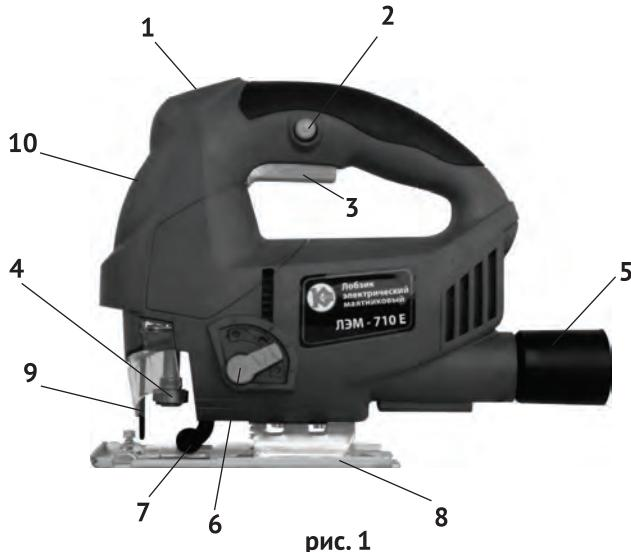

рис. 1
1.6 Общий вид лобзика представлен на рис.1
1.7 Коллекторный двигатель и приводной механизм лобзика расположены в пластиковом корпусе (рис.1 поз.10). Корпус, состоящий из двух половин (правой и левой), выполнен заодно с рукояткой, расположенной сверху. Крутящий момент с якоря электродвигателя, посредством встроенного механизма преобразуется в возвратно-поступательное движение верхней направляющей штока. На нижней направляющей штока расположен пилодержатель (рис.1 поз.4), в который крепится пилка. Лобзик имеет Т – образное крепление пилок (первая буква в маркировке пилок). Первая цифра в маркировке – длина пилки (T1 – короткая, T2 – средняя, T3 – длинная). Цвет хвостовика (а чаще и всей пилки) указывает на материал обработки (серый – для дерева, синий – для металла, красный – для полимеров, чёрный – для других материалов).
В нижней части подошвы (рис.1 поз.8) находятся два винта (головка - внутренний шестигранник). Ослабляя эти винты, устанавливаем боковой наклон корпуса лобзика относительно подошвы (до 45° вправо или влево).
1.8 Клавиша выключателя (рис.1 поз.3) расположена в нижней части рукоятки. Включение лобзика осуществляется нажатием на клавишу выключателя указательным пальцем. Фиксация клавиши в рабочем положении, осуществляется кнопкой (рис.1 поз.2), расположенной слева на рукоятке. При повторном нажатии на клавишу, кнопка фиксации и клавиша (со щелчком) возвращается в исходное положение - выключено.
Сверху на рукоятке расположен диск регулятора скорости (рис.1 поз.1). С его помощью устанавливается необходимая скорость хода пильного полотна.
Слева, в нижней части корпуса находится переключатель режимов маятникового хода (рис.1 поз.6). Он имеет 4-и положения: «0» - вертикальное пиление, «1», «2» и «3» - всё более увеличивающееся отклонение от вертикали.
- поднять вверх прозрачный пластиковый кожух (рис.1 поз.9);
- отвести рычаг пилодержателя (рис.1 поз.4) вперёд до упора;
- вставить пилку (зубцами вперёд), так, чтобы задняя часть полотна попала в паз направляющего ролика (рис.1 поз.7);
- для удаления пыли из зоны резания используйте пылесос, присоединив его к патрубку пылесборника (рис.1 поз.5);
При выборе скорости движения пильного полотна необходимо оценить материал заготовки. Чем твёрже распиливаемый материал, тем ниже скорость, устанавливаемая регулятором (рис.1 поз.1).